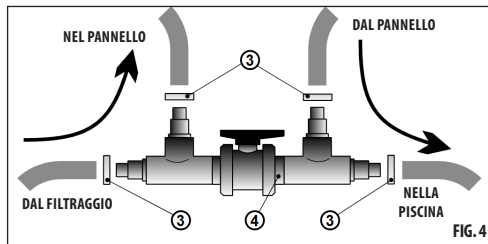

FIG. 4
- 2) Collegare il bypass manuale (4), se in dotazione, ai raccordi filettati del pannello. Eseguire il collegamento con tubi flessibili e fascette stringitubo (3) - vedere FIG. 4.
- 5) Collegare il tubo flessibile di uscita dal filtraggio al raccordo filettato su un lato del bypass manuale (4).
- 6) L'altro nuovo tubo flessibile va collegato all'altro raccordo filettato del bypass manuale (4) con l'ugello di ritorno della piscina.
- 7) Controllare il collegamento dei tubi flessibili e serrare le fascette stringitubo (3).